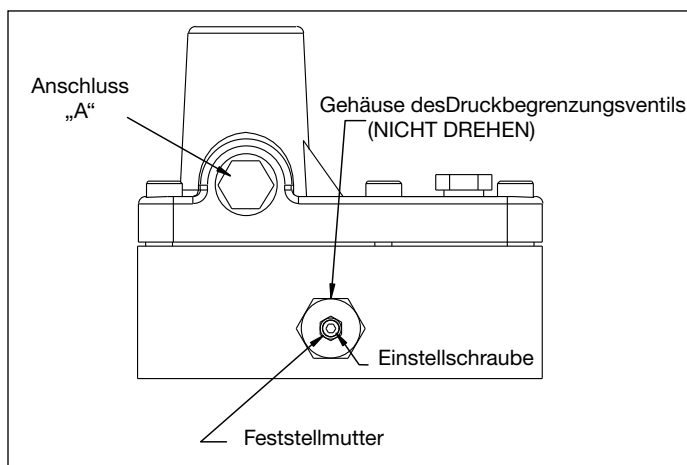

Abb. 11, Überdruckventil - VM22
1. Bauen Sie ein 0 – 100\ bar [0 – 15.000 psi] Manometer an Anschluss „A“ (siehe Abb. 11) ein.